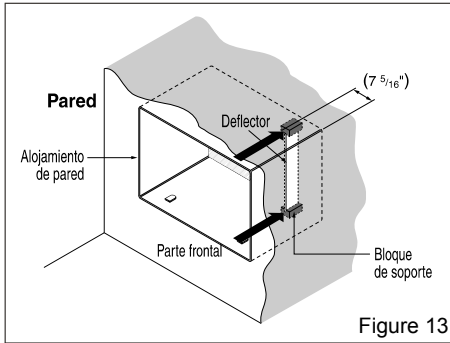

Figure 13
- 6** Extraiga la parte posterior de los bloques de soporte y fíjelos en el interior del alojamiento de la pared según se muestra en la FIG 13. Deslice el deflector en las ranuras de los bloques de soporte.